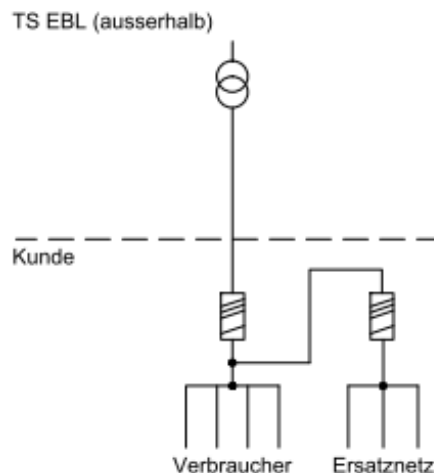

Abb.1
- Das Ersatznetz ist immer nach dem Hauptüberstromunterbrecher (Grenzstelle) des Gebäudes anzuschliessen (Abb.1).